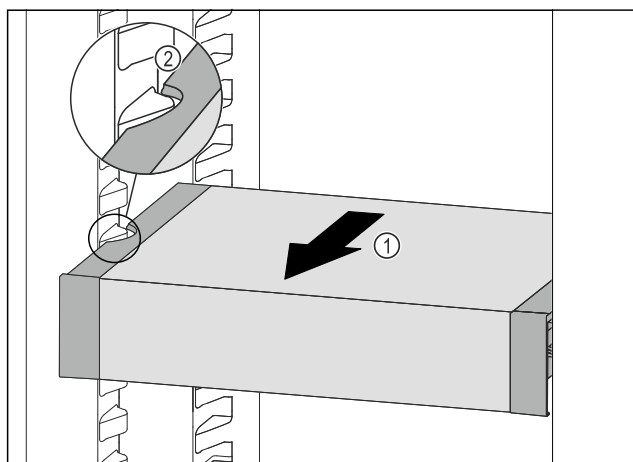

Fig. 116
- ▶ Predal VarioSafe povlecite naprej Fig. 116 (1), dokler nista stranska izreza predala VarioSafe na višini nastavka za posodo v hladilniku. Fig. 116 (2)